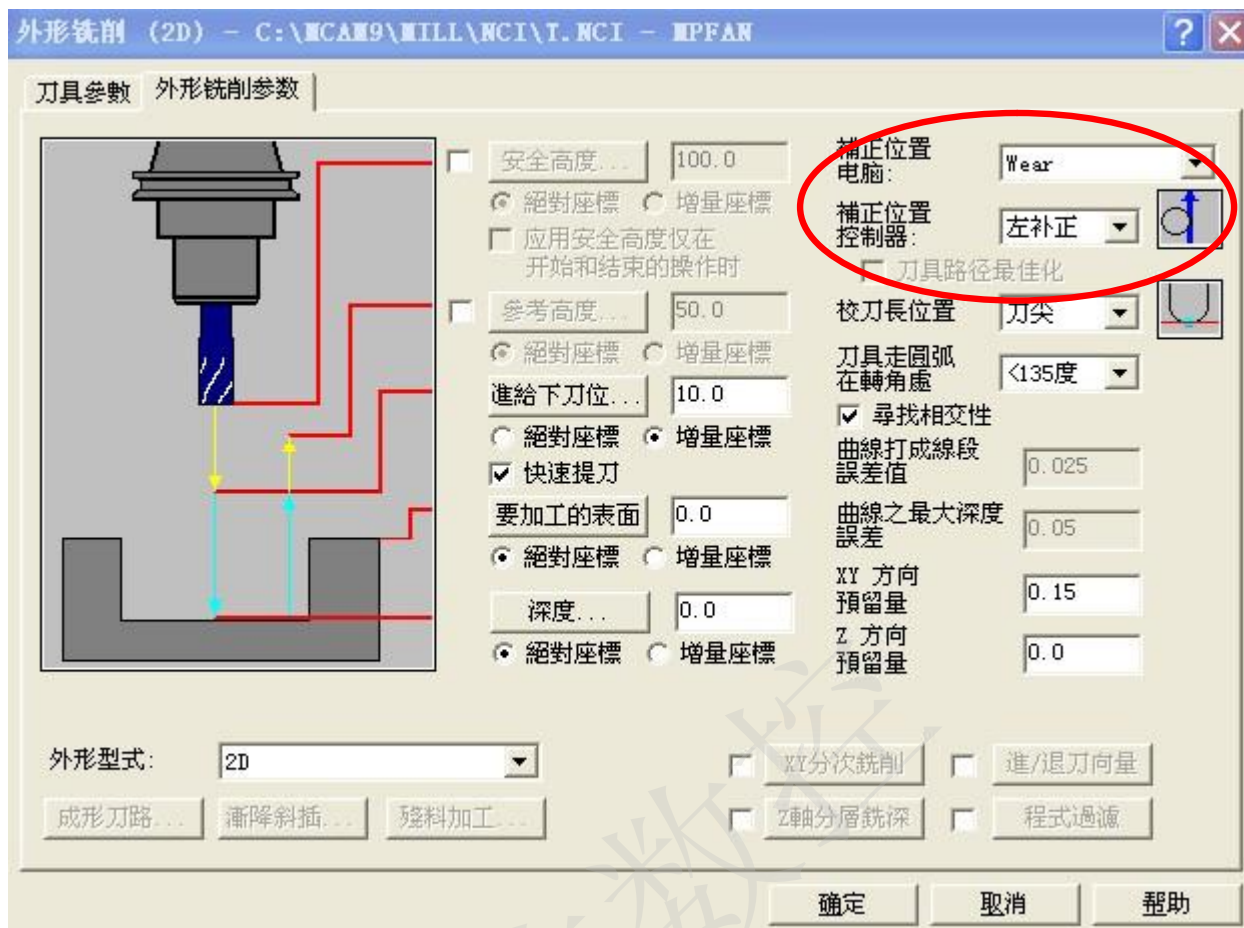

图 5 外形铣切参数选项
2. 外形粗加工：包括两个选项：刀具参数和外形铣切参数，分别见图 4 和图 5。.
第一步：在图 5 画红色椭圆的补正位置（电脑）处选择 Wear（中文版软件译为“两者”）；
第二步：在图 5 画红色椭圆的补正位置（控制器）处选择左补正（你也可以根据需要选择右补正）；